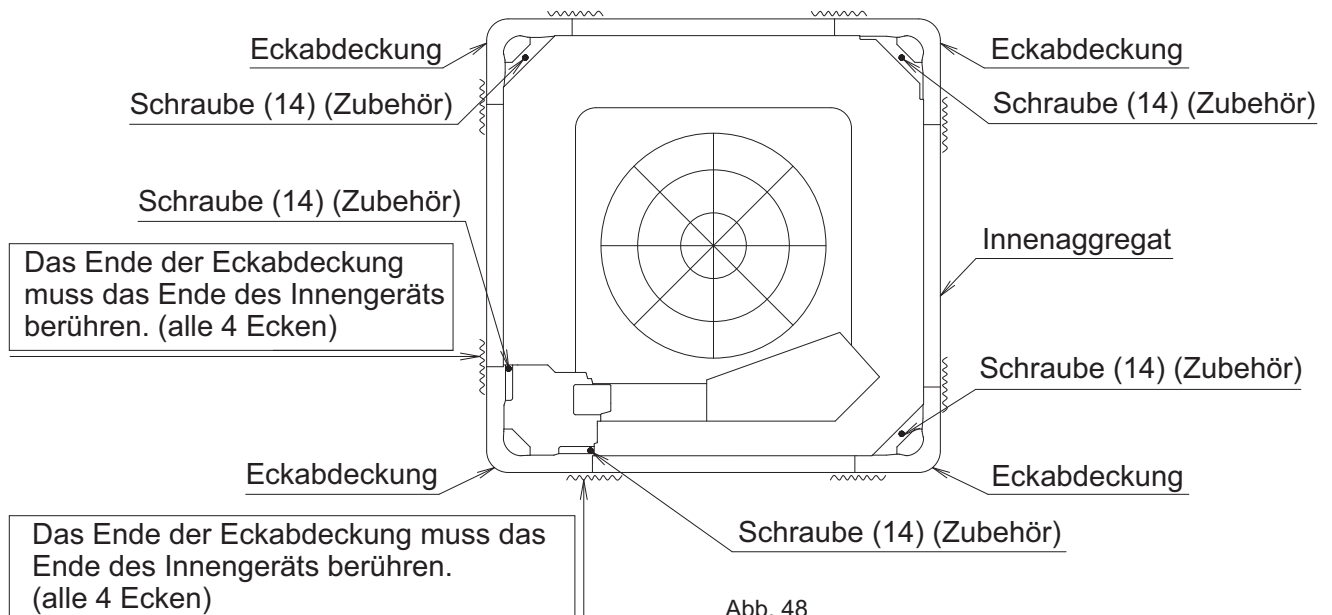

Abb. 48
- Bringen Sie die Eckabdeckung am Innengerät an. Befestigen Sie die Eckabdeckung anschließend mit den beiliegenden Schrauben (14). Drücken Sie dabei so auf die Eckabdeckung, dass sich das Ende der Eckabdeckung und das Ende des Innengeräts berühren. (**Siehe Abb. 48**)